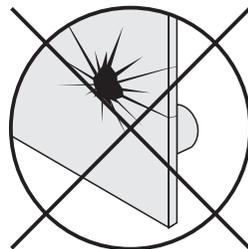

Рис.1
- 4.7. Запрещается пользоваться дизайн-радиатором, если нагревательная панель имеет механические повреждения (рис. 1).